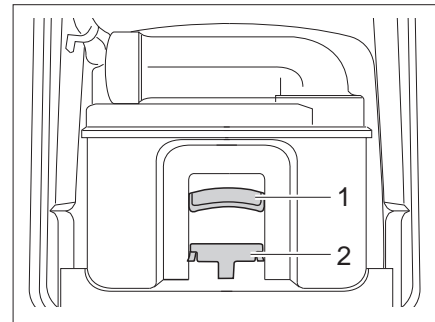

Bild 261 Thetford-Kassette
- Haltebügel (Bild 261,2) nach vorn ziehen um die Toiletten-Kassette zu entriegeln und Kassette am Griff (Bild 261,1) herausziehen.